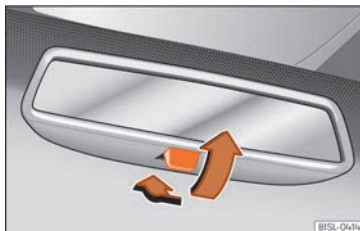

Fig.150 Retrovisor antideslumbrante manual.
- Para oscurecer el retrovisor, tire de la palanca hacia atrás » fig. 150.